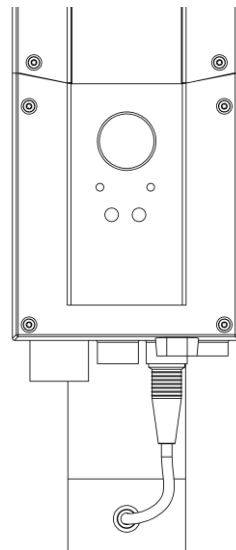

Fig. 1.6F
5. Håndbetjeningen, løftearmen og den elektriske benspredning er tilsluttet til styreboksen (Fig. 1.6F). Se også afsnit 2.1 – funktioner / tilslutning.